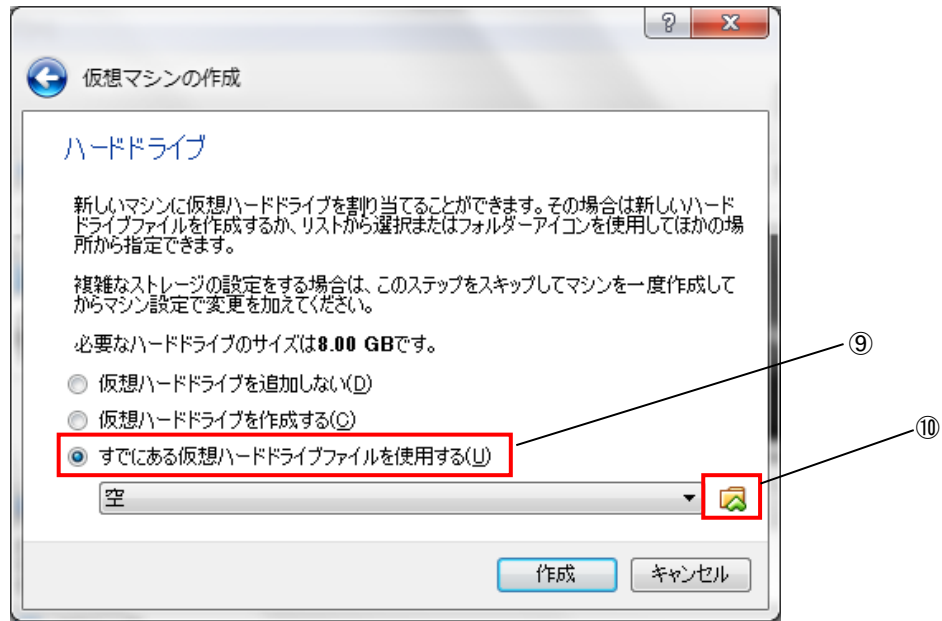

図 3-2-4-5. 仮想ハードディスクのイメージ選択画面
- ⑪ 図 3-2-4-6 のように仮想ディスク選択画面が開きます。
- ②であらかじめ展開しておいた `Algonomix4_development.vdi` を選択し、[開く (O)]を押してください。